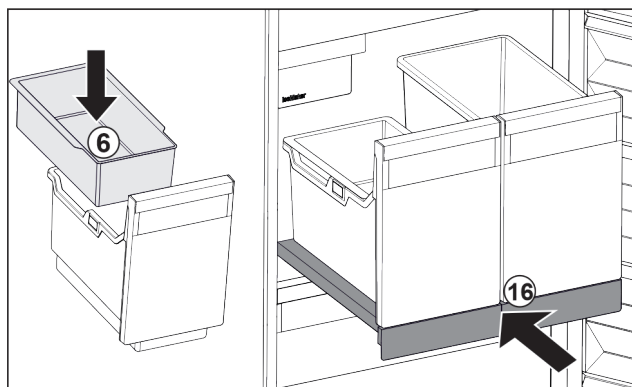

Fig. 96
- ▶ Vložte závesnú misku Fig. 96 (6) na kocky ľadu.